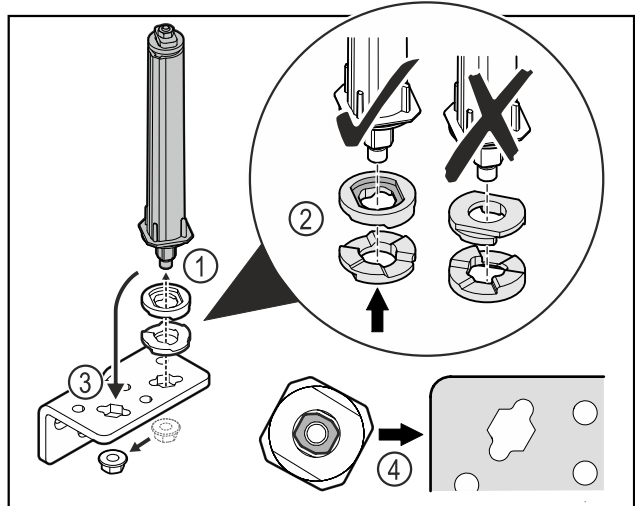

Fig. 29
- ▶ Λύστε το παξιμάδι και αφαιρέστε το σύστημα κλεισίματος πόρτας Fig. 29 (1).
- ▶ Βεβαιωθείτε για τη σωστή ευθυγράμμιση των ροδελών ρύθμισης ύψους Fig. 29 (2).
- ▶ Μεταφέρετε το σύστημα κλεισίματος πόρτας στη γωνία μεντεσέ και στερεώστε με το παξιμάδι Fig. 29 (3).
- ▶ Κατά την τοποθέτηση βεβαιωθείτε για τη σωστή ευθυγράμμιση του συστήματος κλεισίματος πόρτας Fig. 29 (4).